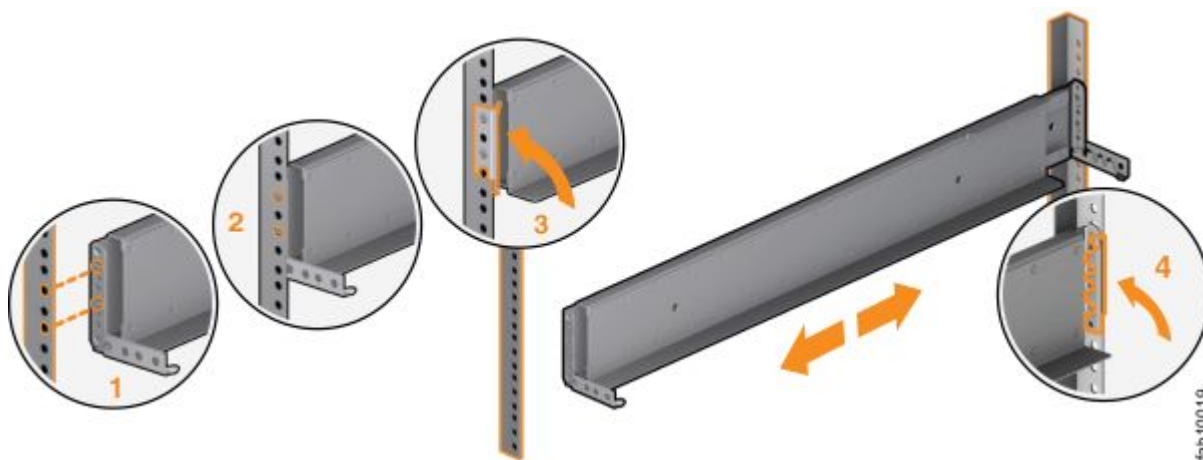

图 16. 闭合铰链支架
- 步骤 9. 闭合后铰链支架以将导轨固定到机架机箱凸缘上。（请参阅第 18 页图 16 “闭合铰链支架”。）
- 步骤 11. 闭合前铰链支架以将导轨固定到机架机箱凸缘上。（请参阅第 18 页图 16 “闭合铰链支架”。）